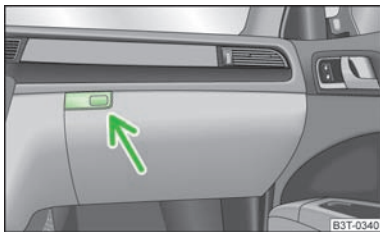

Fig. 88
- > Apăsăți tasta » fig. 88, clapeta se rabatează în jos.